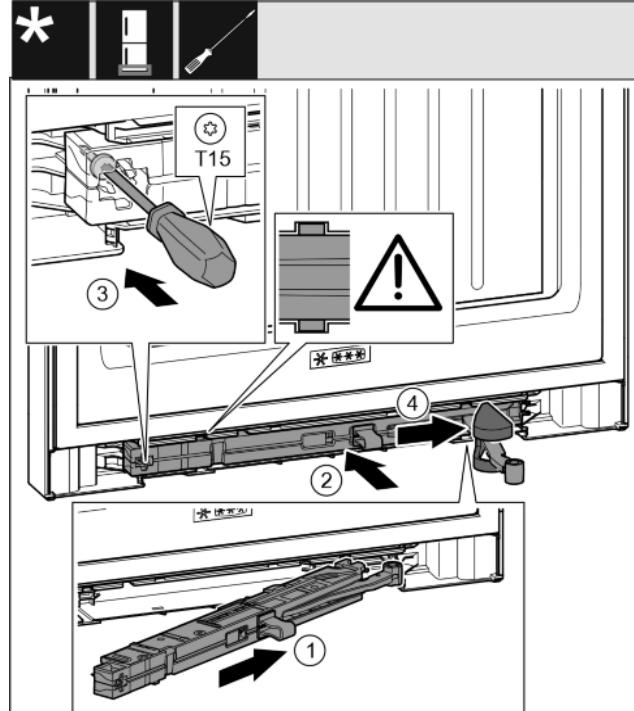

Fig. 36
- Jednotku tlmiča uzatvárania zasuňte na strane ložiskovej konzoly až na doraz šikmo do vybrania. Fig. 36 (1)
- Jednotku tlmiča uzatvárania zasuňte úplne do vybrania. Fig. 36 (2)
- Skrutowačom T15 pevne zaskrutkujte skrutku. Fig. 36 (3)
- Na kľb nasuňte kryt. Fig. 36 (4)